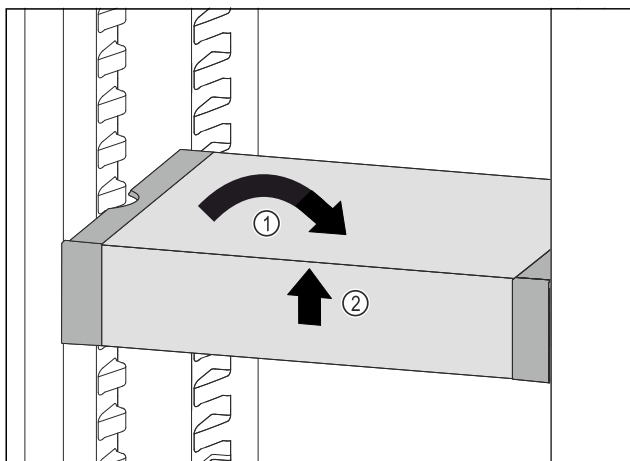

Fig. 105
- ▶ VarioSafe ustawić prosto. Fig. 105 (1)
- ▶ VarioSafe unieść z przodu. Fig. 105 (2)